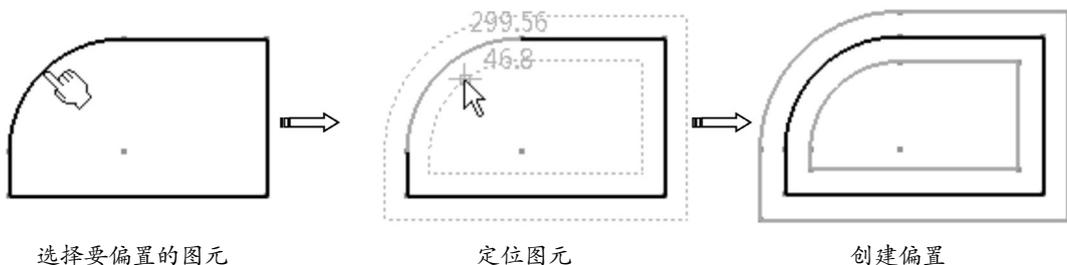

图 5-41
- 双侧偏置 ☞ ：此方式由“点拓展”方式延伸而来，偏置的结果是在所选图元的两侧创建偏置，如图 5-41 所示。